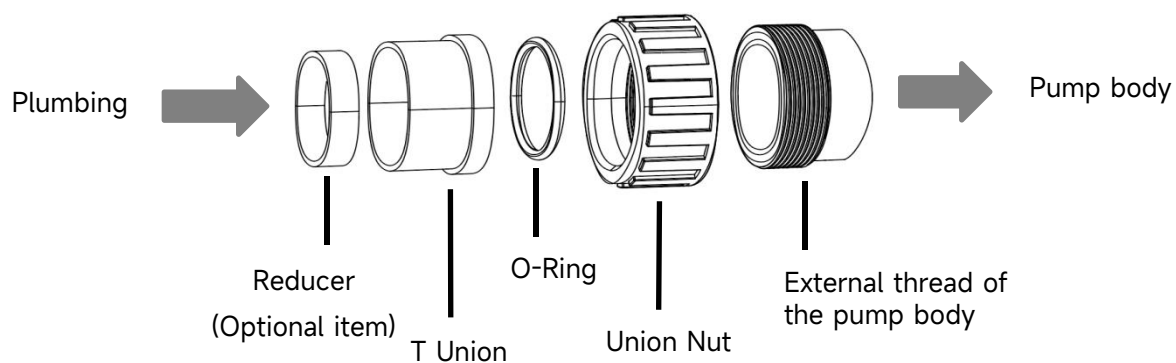

Figure 3 - Kit d'union
- 3) Utilisez le kit de raccord fourni par le fabricant de la pompe (voir figure 3). N'utilisez pas d'autres raccords pour raccorder l'entrée/sortie de la pompe, car ils risqueraient d'endommager le corps de la pompe.